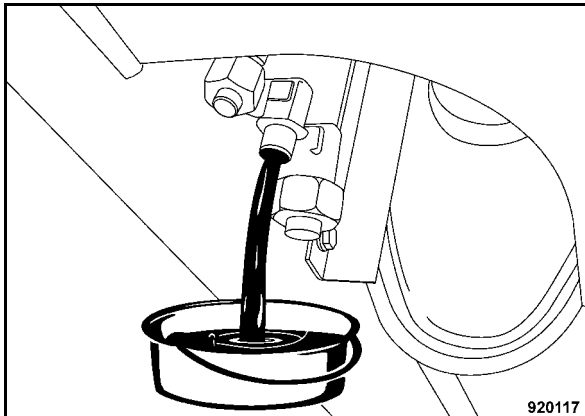

Fig. 135
- Svitare il tappo di scarico (Fig. 135) e raccogliere l'olio che fuoriesce.